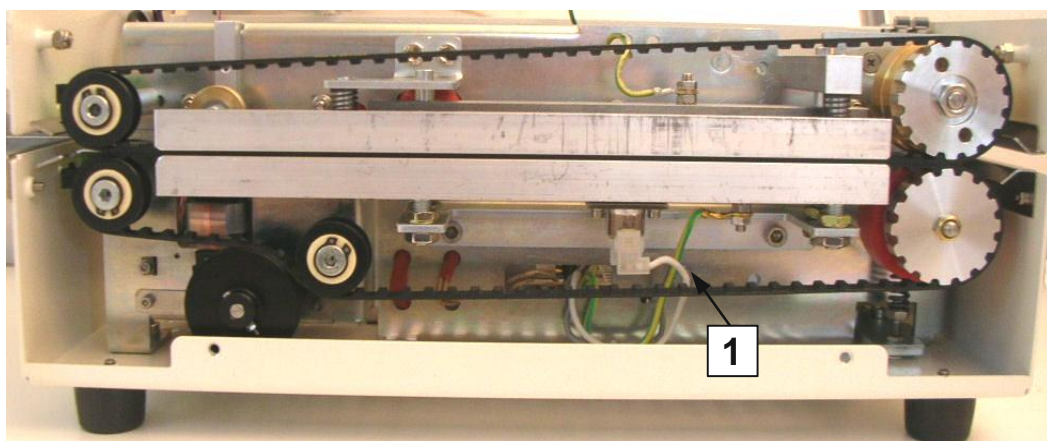

fig.4.5
- disinserire il gruppo motoriduttore (n.3-fig.4.6) ruotandolo in senso antiorario dopo aver allentato la vite superiore di bloccaggio (n.2-fig.4.6) e la vite di rotazione (n.1-fig.4.5)